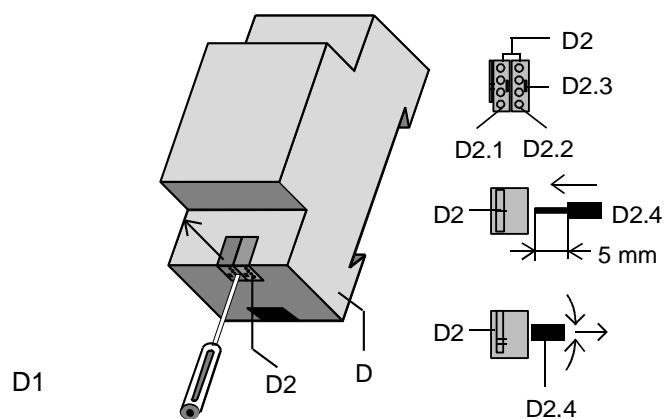

Bild 3: Busleitung anschließen und abklemmen
5.4. Busleitungsklemme (schwarz-rot) abschieben (Bild 3)
- Mit Hilfe eines kleinen Schraubenziehers (Bild 3, D1) die Klemme vorsichtig abziehen (Bild 3, D2).
5.5. Busleitungsklemme (schwarz-rot) einschieben (Bild 3)
- Die Klemme richtig orientiert wieder eindrücken (Bild 3, D2).
5.6. Busleitung anschließen (Bild 3)
- Laut Bild 3 Kabelabisolierung vornehmen und in die schwarz-rot Klemme einschieben.
5.7. Busleitung abklemmen (Bild 3)
- Laut Bild 3 Kabelende abziehen (Bild 3, D2.4).